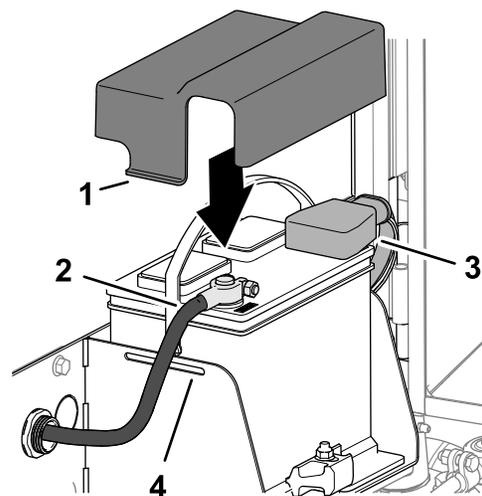

Figura 97
1. Instale o cabo positivo (vermelho) da bateria no polo positivo (+) da bateria (Figura 97).